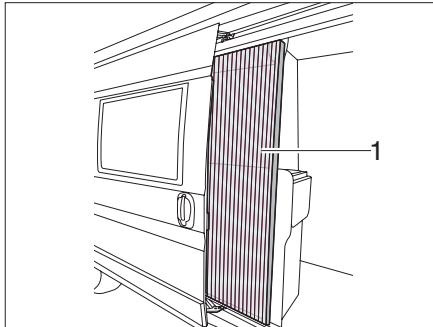

Bild 31 Insektenschutz
- ▶ Insektenschutz an der Leiste (Bild 31,1) ganz herausziehen.
- ▶ Insektenschutz an der Leiste (Bild 31,1) in Ausgangsstellung zurückschieben.